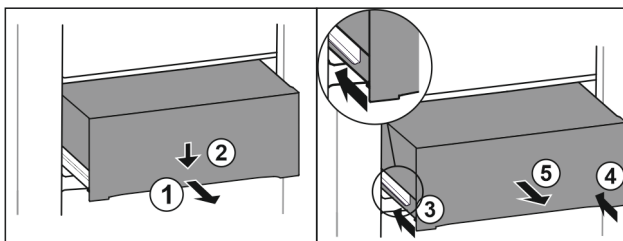

Fig. 93
- ▶ Schubfach halb herausziehen. Fig. 93 (1)
- ▶ Schubfach an der Vorderseite nach unten drücken. Fig. 93 (2)
- ▶ Linke Schiene etwa 2 cm einschieben. Fig. 93 (3)
- ▶ Rechte Schiene etwa 2 cm einschieben. Fig. 93 (4)
- ▶ Schubfach nach vorne entnehmen. Fig. 93 (5)